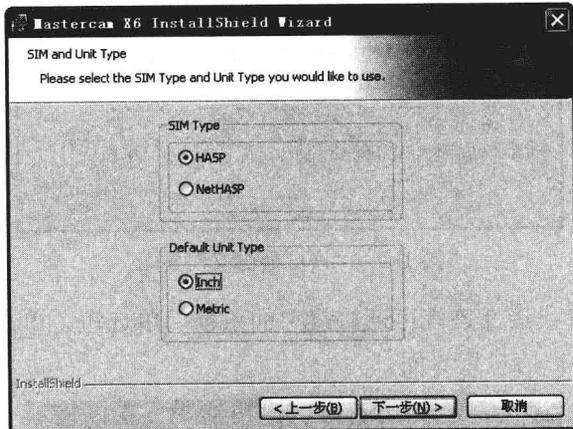

图 1-7 选择系统工作单位界面
STEP 07 确认安装路径后，单击“下一步”按钮，出现如图 1-7 所示的选择系统工作单位界面。